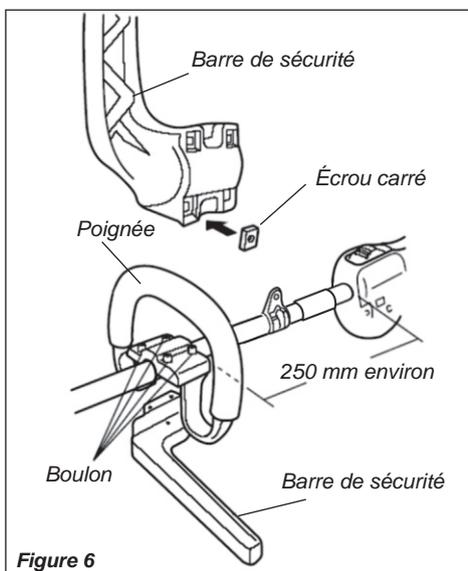

Figure 6
1. Placer les quatre écrous carrés sur la barre de sécurité. Voir la figure 6.